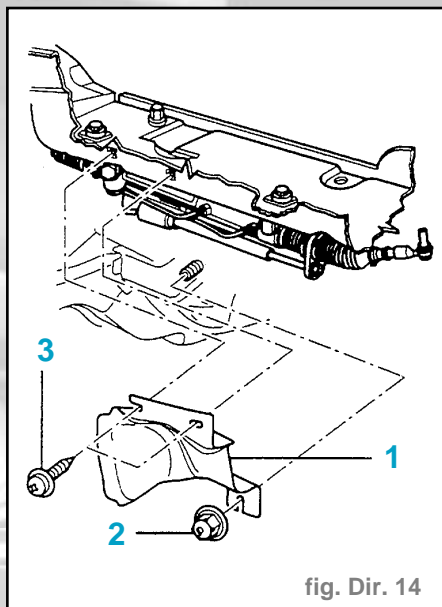
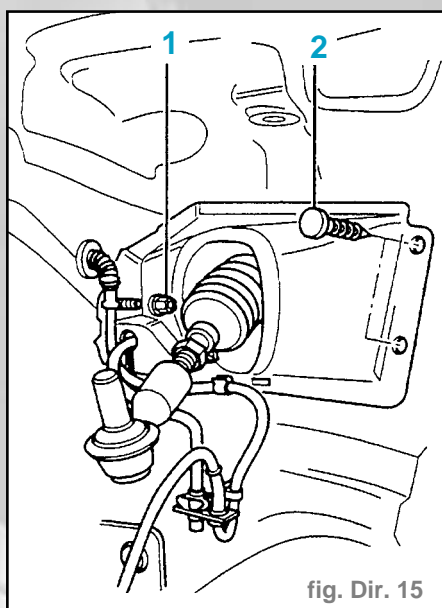

fig. Dir. 14
fig. Dir. 15
- Dévisser l'écrou (2) et les vis à empreinte cruciforme (3) (fig. Dir. 14).
- Retirer la tôle calorifuge (1).
- Dévisser l'écrou en matière plastique (1) (fig. Dir. 15).
- Détacher les clips (2) en faisant levier.